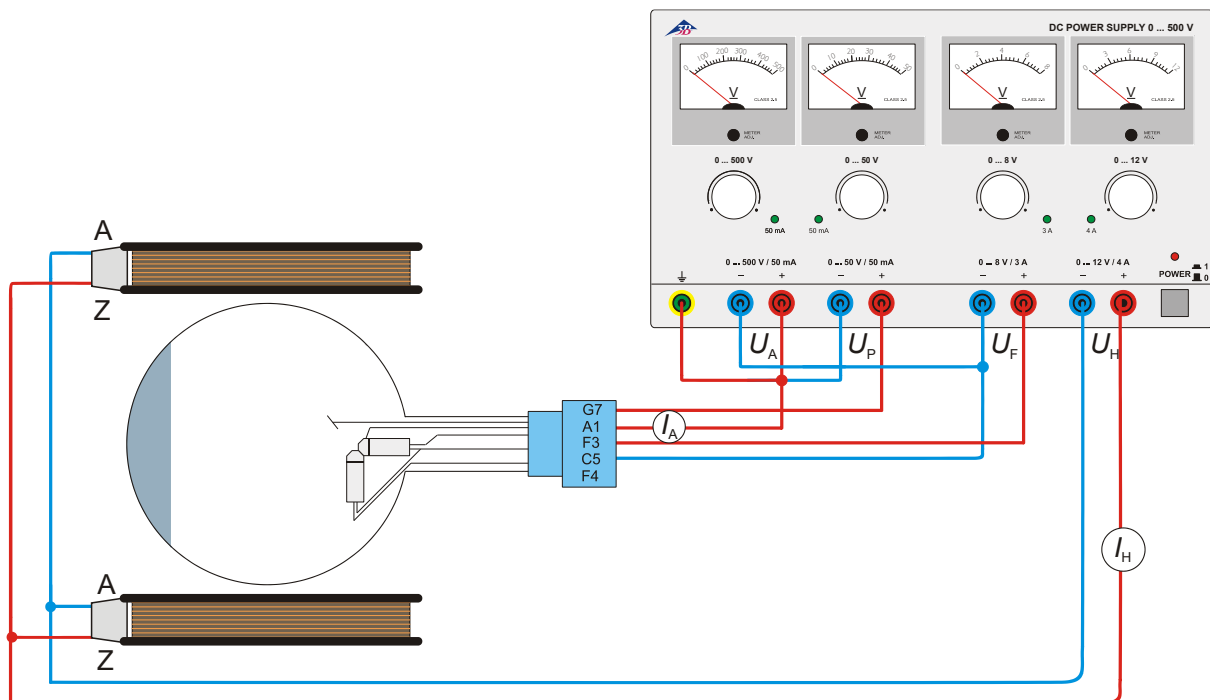

Abb.3 Bestimmung von e/m mittels der axialen Elektronenkanone
- Beschaltung der Röhre gemäß Abb.3 vornehmen.